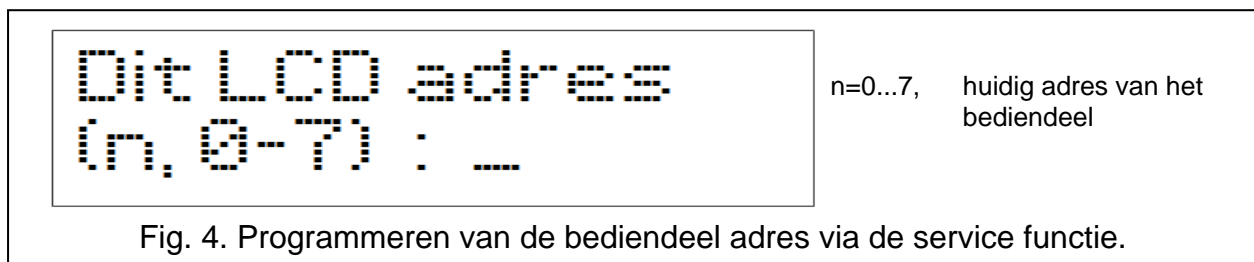

Fig. 4. Programmeren van de bediendeel adres via de service functie.
4. Het bericht zoals in Fig. 4 getoond zal worden weergegeven in alle bediendelen welke aangesloten zijn op het alarmsysteem.